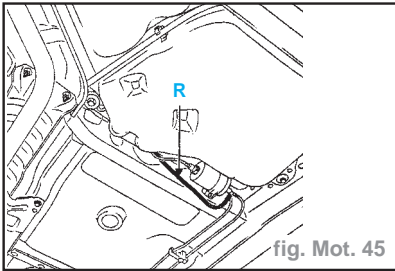

fig. Mot. 45
- Débrancher le raccord d'alimentation (**R**) situé après le filtre à carburant et le placer dans l'éprouvette graduée (fig. Mot. 45)